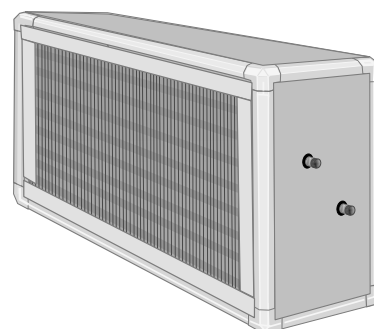

Fig 2
6. Montering av frostvaktgiver: Frostvaktgiver monteres på batteriet, i tilkopling for vanntemperaturgiver, se fig. 2.
12. For å sikre frostvaktfunksjonen i batteriet, kreves det at man ved lave utetemperaturer har stadig sirkulasjon i batteriet. Derfor skal en sekundærpumpe og bakventil installeres i henhold til fig. 2. Pumpesett medpumpe, bakventil og justeringsventil fins som tilbehør.